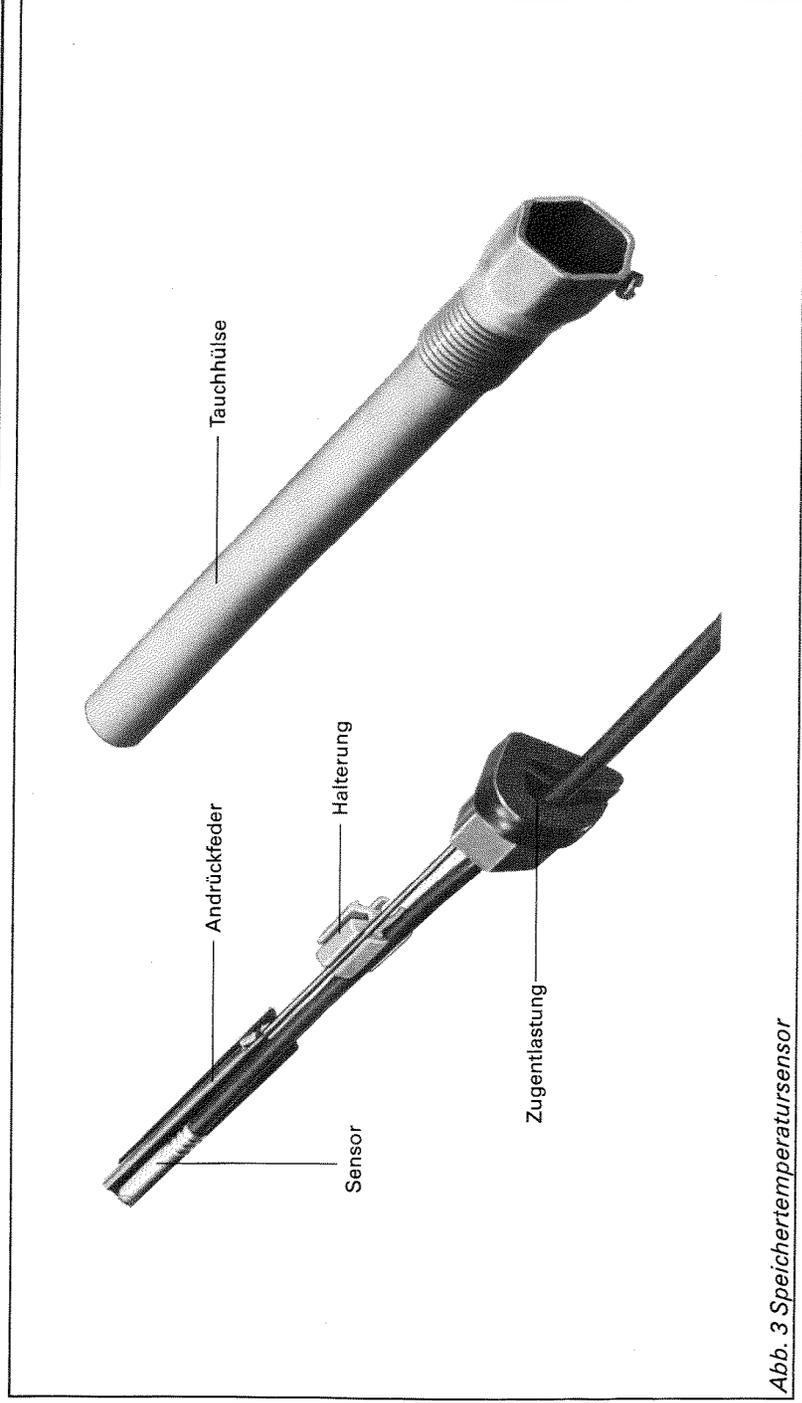

Abb. 3 Speichertemperatursensor
Bei Anlagen ohne Brauchwasserwärmung darf der mitgelieferte Speichertemperatursensor (Abb. 3) nicht an den Steckverbinder [5] an der Leitung der Regelung angeschlossen werden.
3. Sensor entsprechend der Abb. 3 mit der Sensorbefestigung verbinden. Dabei ist zu beachten: